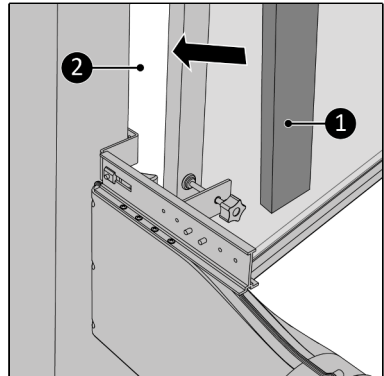

Figuur 22.
16. Draai de klem Schroef voorzichtig tegen het raamkozijn aan (Figuur 22, pos. 1).